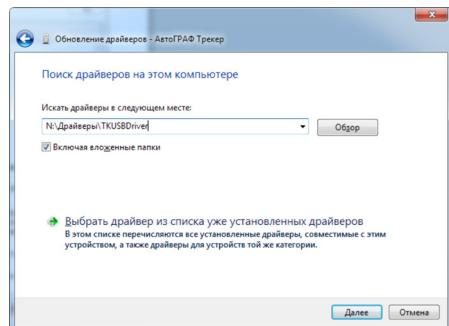

Рис.3
- Зафиксируйте модуль при помощи трех винтов, поставляемых в комплекте (Рис.3);
**5.** Задайте путь к папке, в которую был распакован архив с драйверами (Рис.3). Выполните установку драйверов.